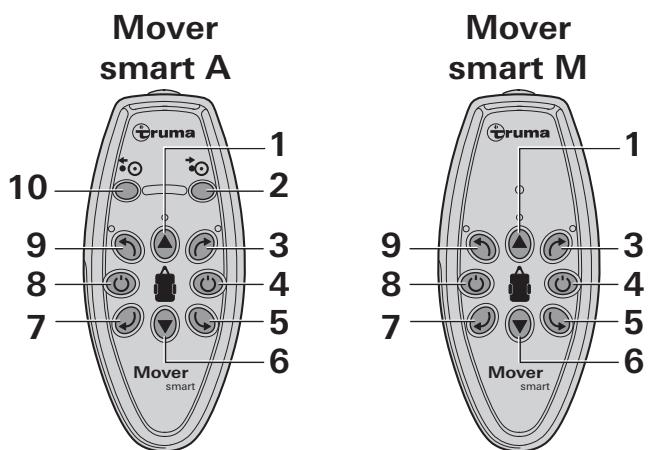
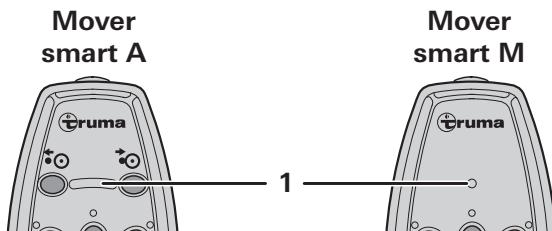

Figura 2
Figura 6
- Premere il tasto (figura 2 - 8) sul telecomando finché si accendono i LED (figura 6 - 1).
! Il tasto «off» del telecomando (figura 2 - 4) serve anche da «interruttore di arresto d'emergenza». In caso di anomalie, ad es. un comportamento fuori controllo del Mover, premere immediatamente il tasto «off».
- Spostare il caravan nella direzione desiderata con i tasti freccia (figura 2 - 3/5/6/7/9).
i Premendo contemporaneamente i tasti freccia opposti (figura 2 - 5/9 o 3/7), il caravan ruota sul proprio asse nella rispettiva direzione.
- Durante lo spostamento, la direzione di marcia (avanti/indietro) può essere modificata con i tasti freccia (figura 2 - 3/9 e 5/7).
- Premere il tasto (figura 2 - 4) sul telecomando. Il LED si spegne.